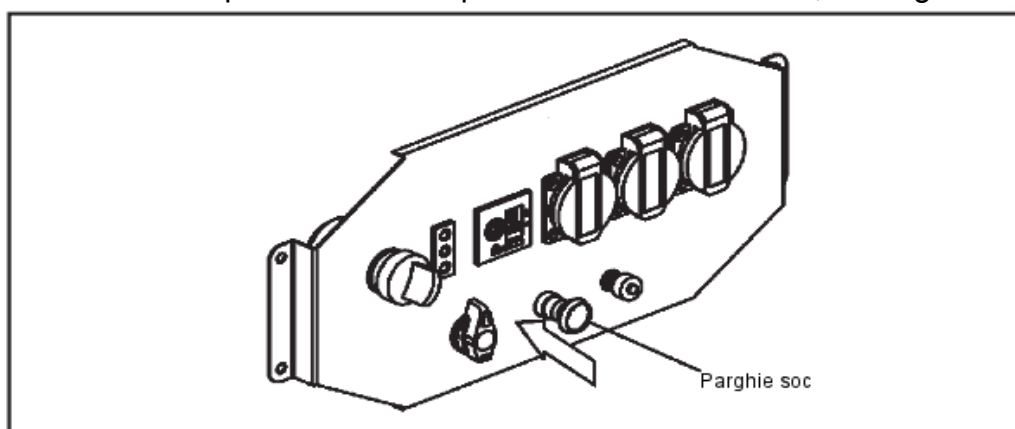

Fig. 10 - Deschiderea parghiei soc
- 4.5. Mutati socul in pozitia OPEN dupa ce motorul s-a incalzit, vezi fig. 10.